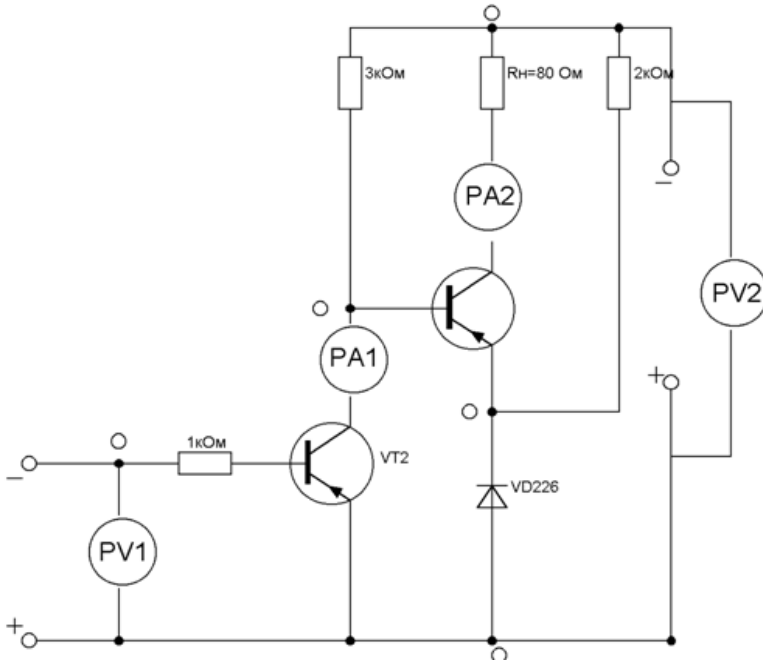

Рисунок 6.1 – Схема двокаскадного транзисторного підсилювача з зворотним зв'язком
– зібрати схему двокаскадного транзисторного підсилювача з відсічкою другого каскаду і узгодити її з викладачем, рис. 6.1;